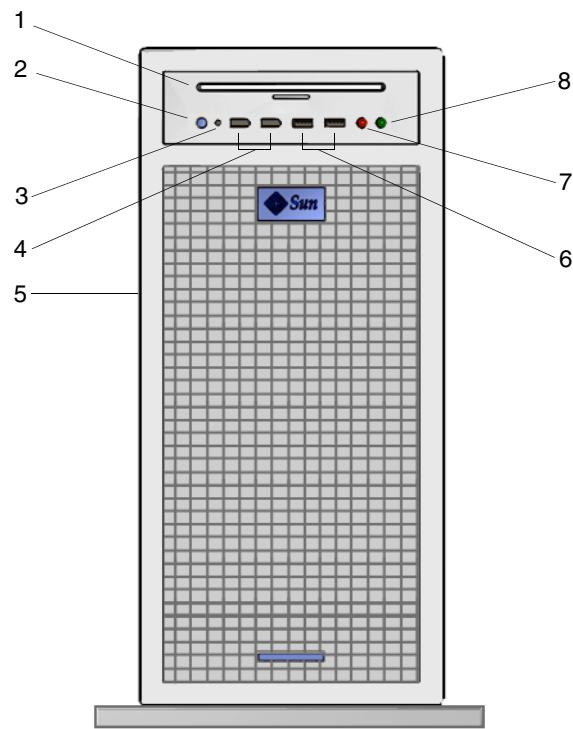
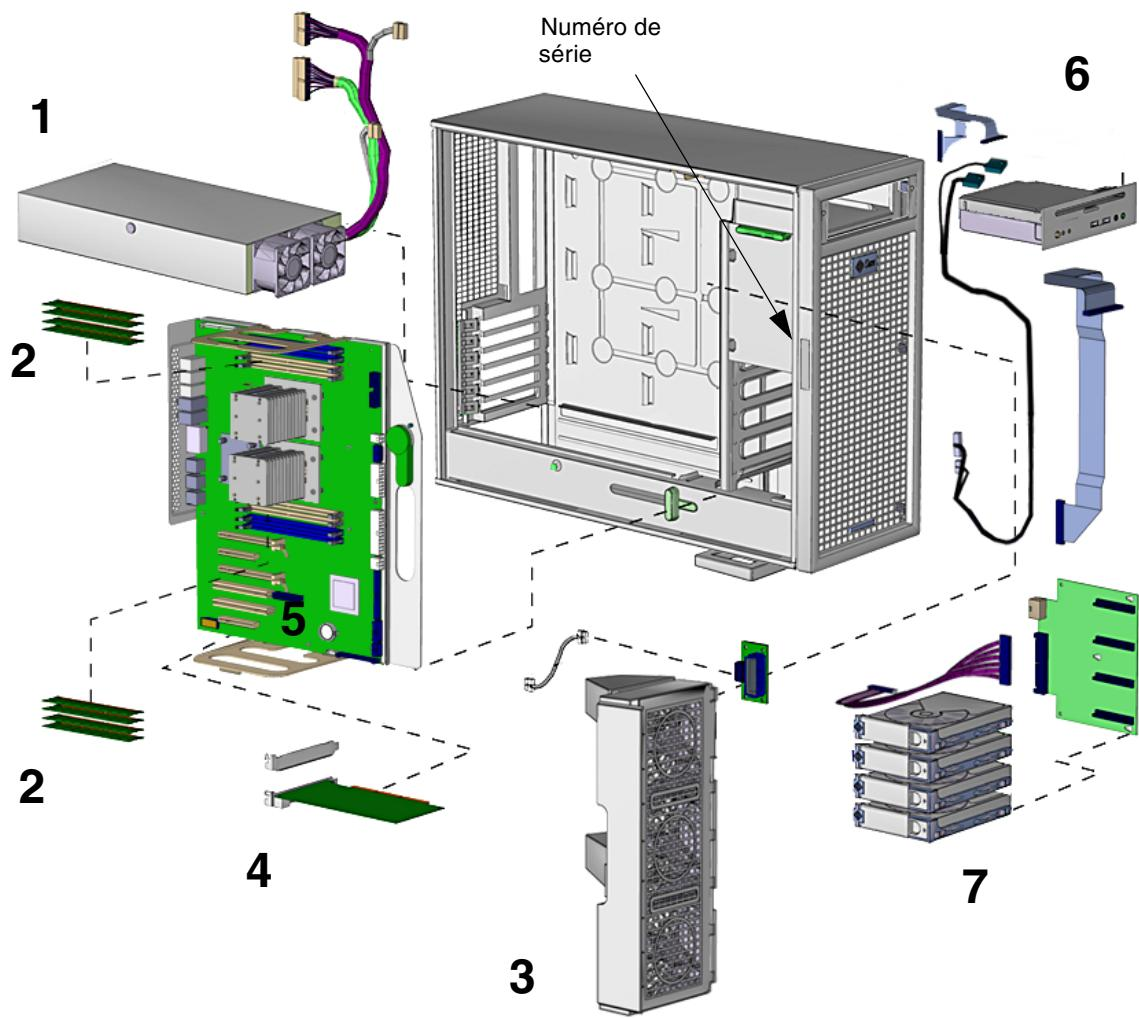

FIGURE 1-1 Panneau avant
FIGURE 1-3 Composants système de la station de travail Sun Ultra 40
Le numéro de série du système se situe sur le panneau gauche, vers l'avant de la station de travail, comme l'indiquent la FIGURE 1-1 et la FIGURE 1-3.
La FIGURE 1-3 indique l'emplacement des composants à l'intérieur de la station de travail Sun Ultra 40.
2. Appuyez sur le bouton d'alimentation situé sur le panneau avant et relâchez-le (FIGURE 1-1).
Elle s'allume lorsque la station de travail lance la procédure de démarrage interne (FIGURE 1-1).